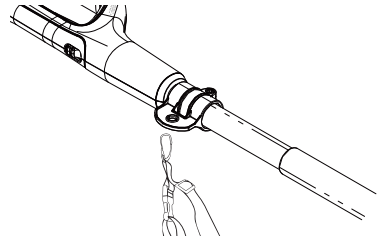

Abb. 17
2. Stecken Sie den Schultergurt in das Loch des Schultergurthakens. (Abb. 17)